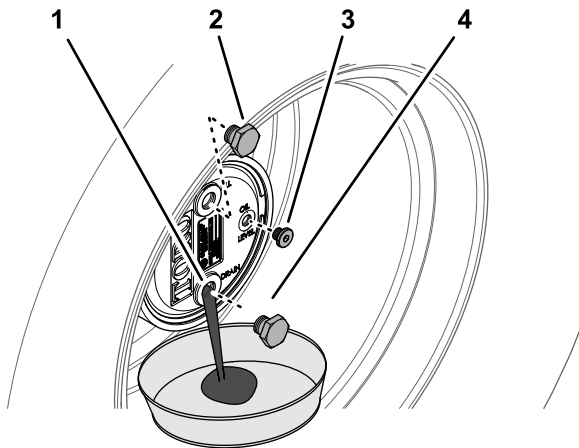

Figura 62
2. Retire el tapón de llenado en la posición de las 12 y el tapón de verificación en la posición de las 3 (Figura 62).
3. Coloque un recipiente debajo del cubo planetario, retire el tapón de vaciado en la posición de las 6 y deje que el aceite se drene por completo (Figura 62).
5. Instale el tapón de vaciado en el orificio de vaciado del engranaje planetario (Figura 62).